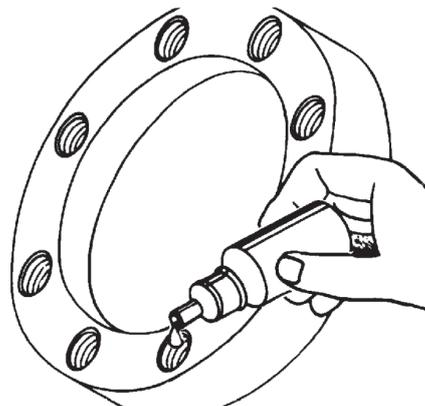

Figura 46
- A. Aplique a trava líquida de forma a preencher toda a folga entre as rosca. No caso de rosca internas (com furo cego), aplique de 4 a 6 gotas nos filetes dentro do furo roscado. (Figura 46).